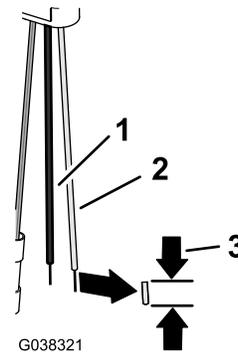

Figure 42
2. Dénudez sur 8 mm les fils rose et noir de l'adaptateur à 3 broches (Figure 42).